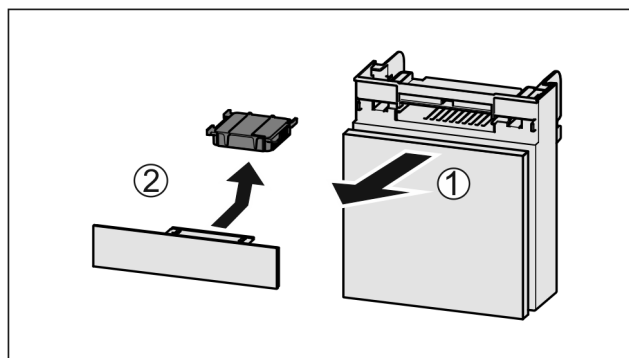

Fig. 197
- ▶ Húzza ki Fig. 197 (1) előrefelé a rekeszt.
- ▶ Vegye ki az aktív szén-szűrőt Fig. 197 (2).